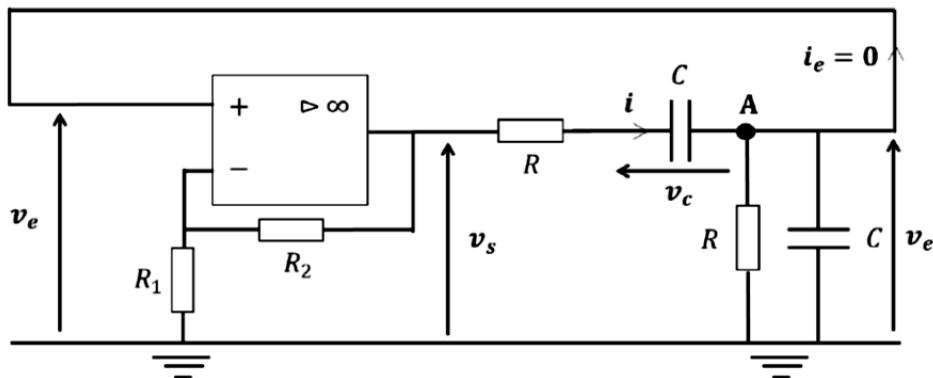

Figure 5 – Schéma électrique de l'oscillateur à filtre de Wien
Nous étudions dans cette partie l'oscillateur à filtre de Wien (**figure 5**).
- Q56.** En étudiant le fonctionnement de l'amplificateur linéaire intégré présent dans le schéma de la figure 5 page 9, en déduire la valeur de l'amplification $A = \frac{v_s}{v_e}$ en fonction des résistances R_1 et R_2 .